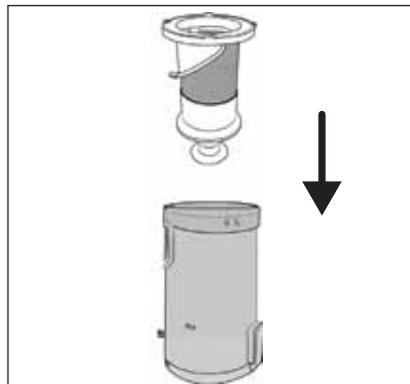

Abb. 21
- 6) Setzen Sie den EdelstahlfILTER **5** in den Staubbehälter **6** ein und drücken Sie ihn ganz nach unten (siehe Abb. 21). Achten Sie dabei auf die unterschiedlich großen Arretierungen am EdelstahlfILTER **5**. Der EdelstahlfILTER **5** kann durch diese Arretierungen nur in einer Position in den Staubbehälter **6** eingesetzt werden.